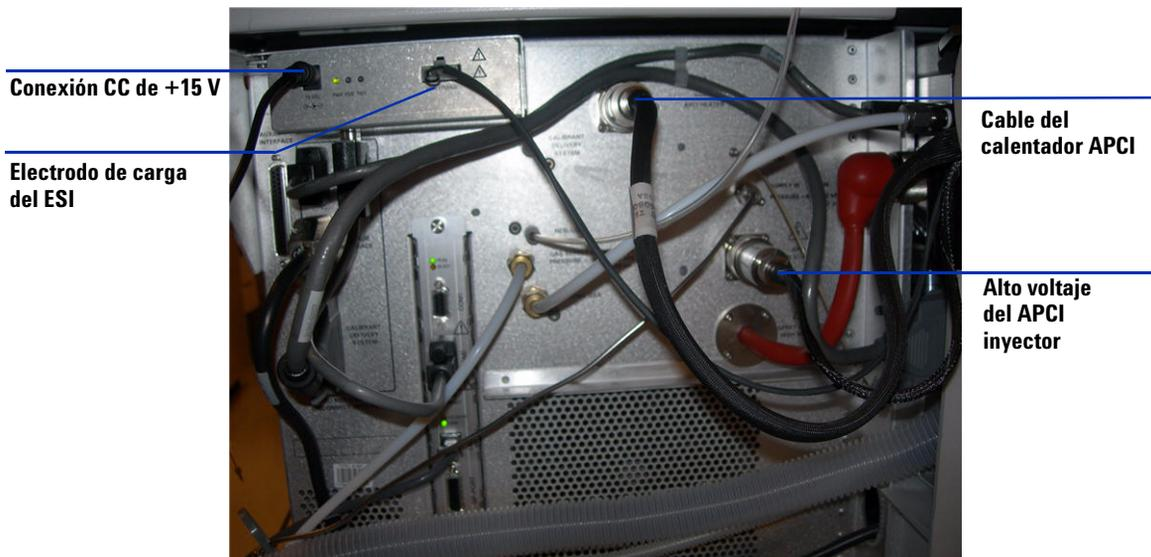

Figura 25 Instrumento con la puerta de servicio abierta
- 4 Desconecte el cable del electrodo de carga de alto voltaje del ESI. Consulte Figura 25.
- 5 Desconecte el cable del calentador (del vaporizador) del APCI y el cable de alto voltaje del APCI. Consulte Figura 25.
- 6 Desconecte la conexión CC de 15V del módulo de electrónica multimodo. Consulte Figura 25.